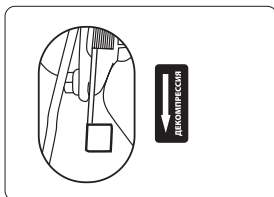

Рис. 12
6. Опустите рычаг декомпрессора вниз (см. рис. 12).